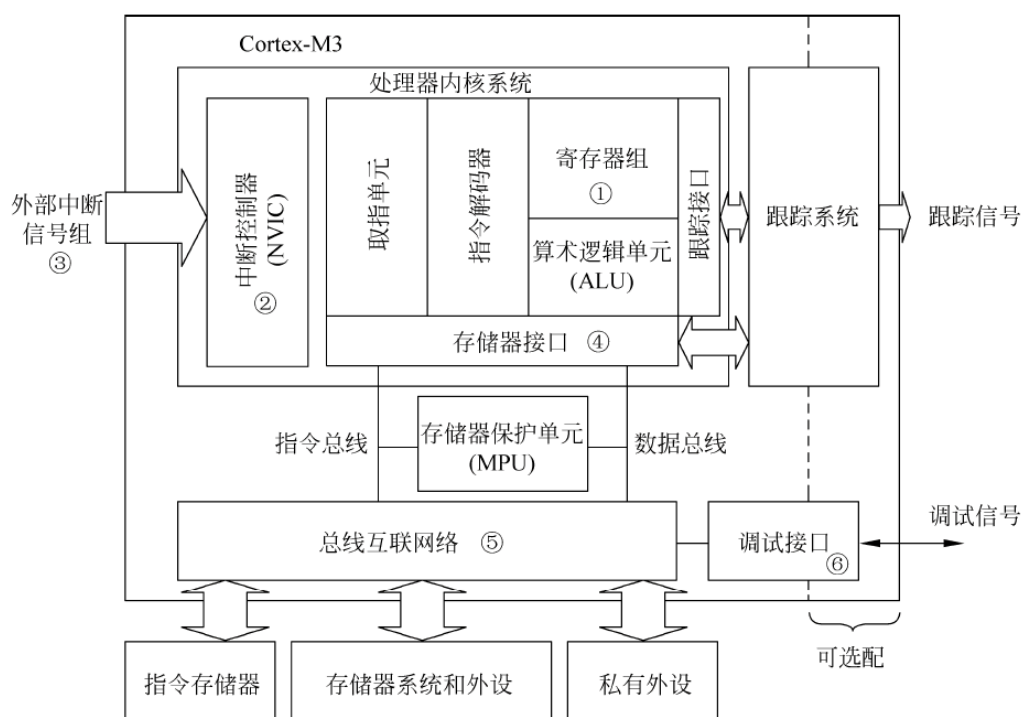

图 2.1 Cortex-M3 的内核架构简化框图
Cortex-M3 的内核架构的简化框图如图 2.1 所示,下面主要关注架构图中标了序号的模块:寄存器组、NVIC、中断和异常、存储器映射、总线接口、调试支持。
1. 寄存器组(图 2.1 中标号①)
2. NVIC 嵌套向量中断控制器(图 2.1 中标号②)
3. 外部中断信号组(图 2.1 中标号③)
4. 存储器接口(图 2.1 中标号④)
5. 总线互联网络(图 2.1 中标号⑤)
(1) 用于访问指令存储器的总线：有两条代码存储区总线负责对代码存储区的访问，分别是 I-Code 总线和 D-Code 总线。前者用于取指，后者用于查表等操作。
(2) 用于访问存储器和外设的系统总线，覆盖的区域包含 SRAM、片上外设、片外 RAM、片外扩展设备以及系统级存储区的部分空间。
(3) 用于访问私有外设的总线,负责一部分私有外设的访问,主要是访问调试组件。它们也在系统级存储区。
6. 调试接口(图 2.1 中标号⑥)